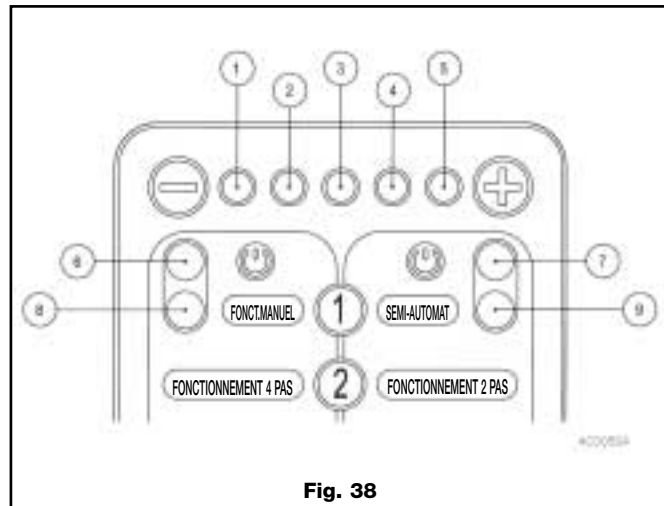

Fig. 38
- A l'aide des touches <+> ou <->, régler la valeur de la force en se référant à l'allumage des LED (de 1 à 5 fig. 38). Réduire le nombre de LED allumées si l'on veut diminuer la force, ou augmenter le nombre de LED allumées si l'on doit augmenter la force